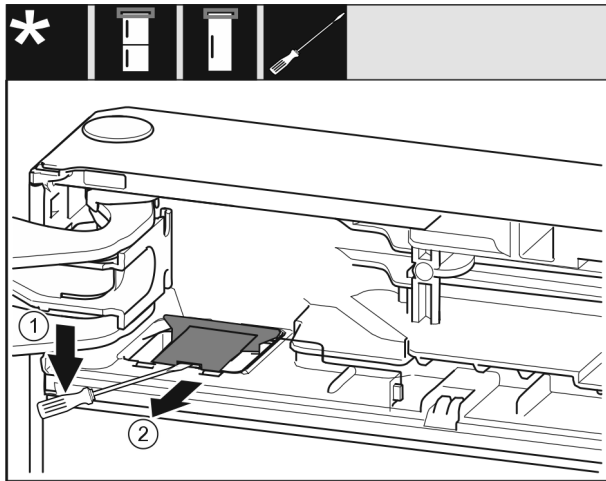

Fig. 14
- Mit einem Schlitzschraubendreher die Abdeckung Fig. 14 (1) austrasten.
- Abdeckung Fig. 14 (2) herausnehmen.